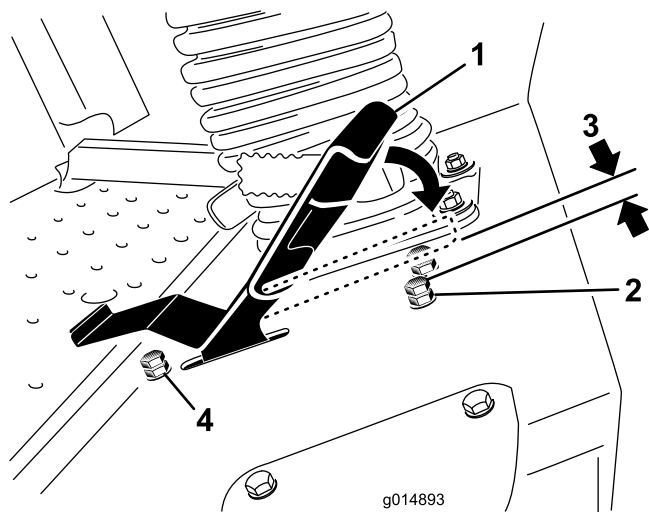

Figura 51
3. Allentate il controdado sul bullone di fermo del pedale della trazione (Figura 51).